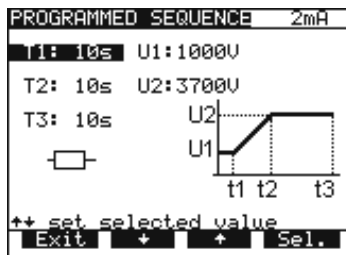

Fig. 12. Se selecciona el temporizador T1; cambiar el valor mediante las teclas ↑ ↓
- Para cambiar los valores U y T, pulsar la tecla **U/T**. El valor **T2** representa el tiempo de **t1** a **t2** y el valor **T3** representa el tiempo de **t2** a **t3**. (Fig. 12). Se visualiza el menú para seleccionar y cambiar valores. Véase la siguiente figura: